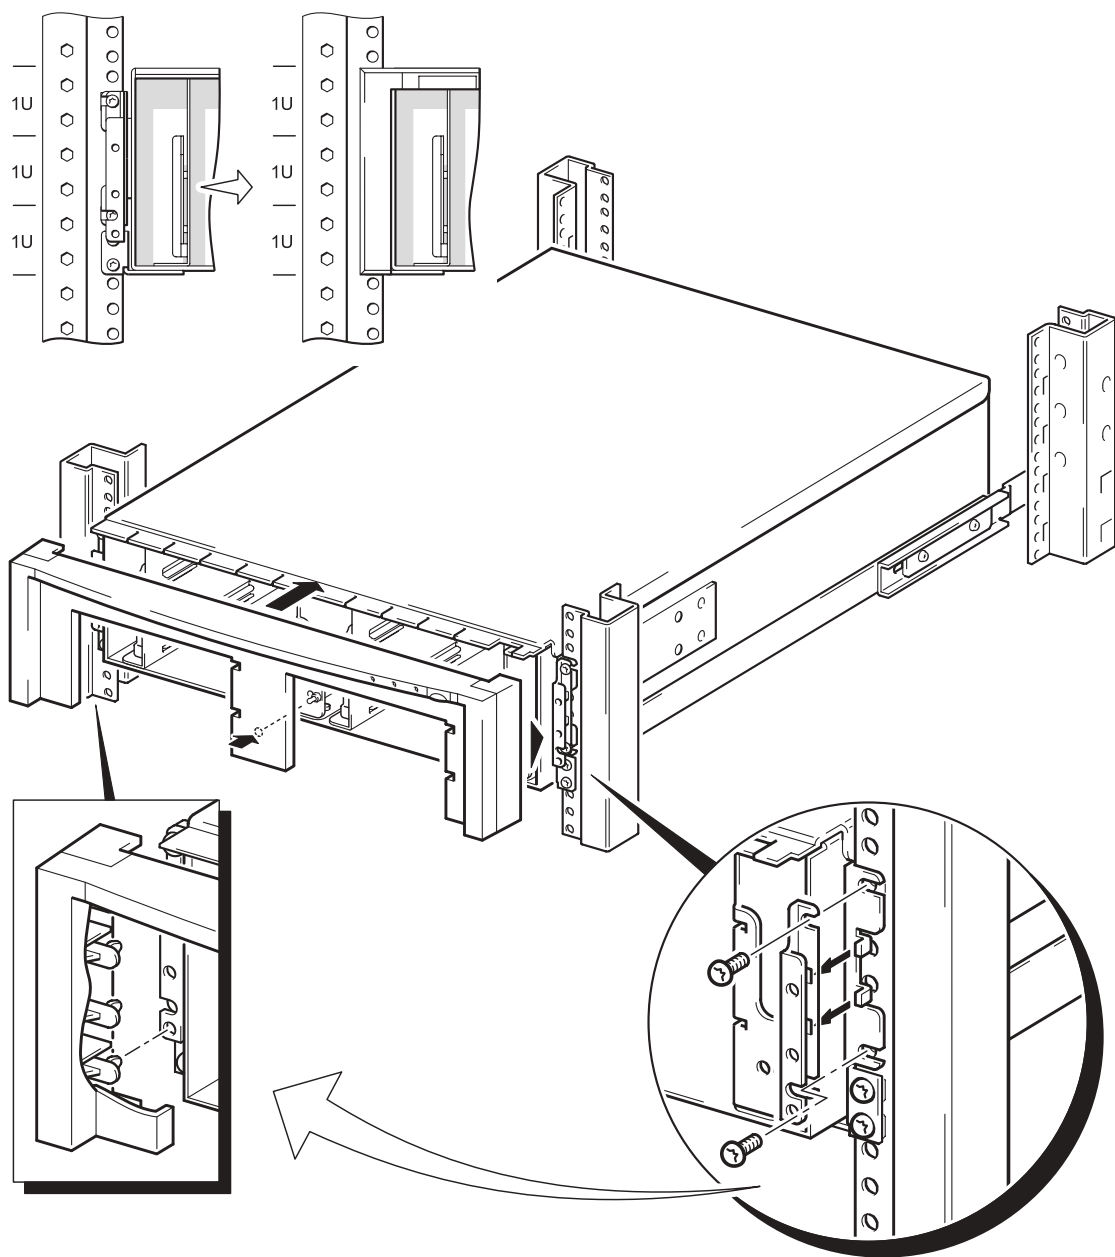

图 5a: 安装前部挡板 (圆孔剖面)
- 2 翻转一个挡板支架，使戳记字母正确定向且面朝前，并且凹槽朝外对着机架的侧面，如图 5a 所示。
该挡板支架的两个长方形孔悬挂在侧面安装支架的两个啮齿上，如图 5a 所示。